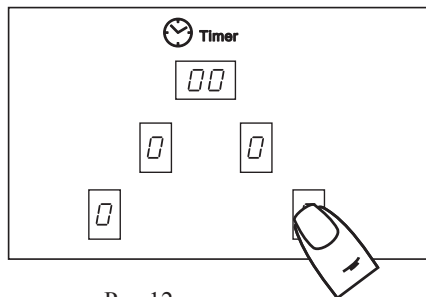

Рис.12
1. Коснуться зоны ② с обозначением выбранной конфорки, после чего конфорка перейдет в режим управления. В соответствующем окне индикации загорится «0.» (ноль с точкой) (рис.12), во всех остальных окнах - «0»(ноль без точки).